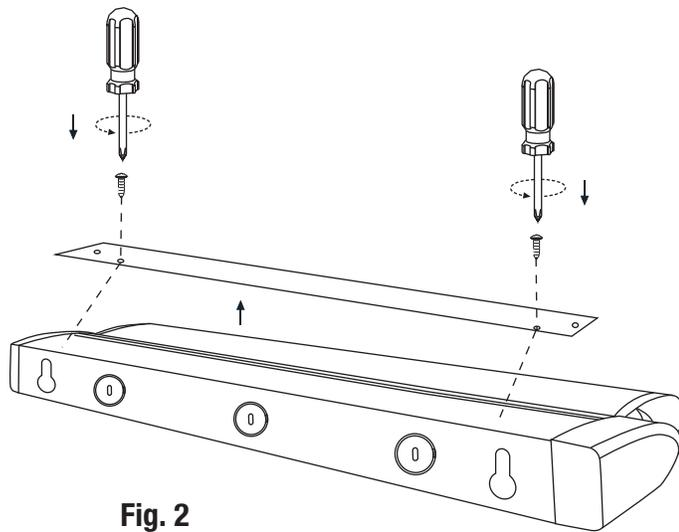

Fig. 2
4. Install 3/8" knockout connector (1x included) ④ in open knockout hole ③.
5. Open the rear cover of the fixture and insert the power supply wires through the knockout ensuring the wires are well secured at the knockout connector. (Fig. 2)
4. Installez le connecteur pour entrée défonçable de 3/8" (1 pièce incluse) ④ dans l'entrée défonçable ouverte ③.
5. Ouvrez le panneau arrière du luminaire et insérez les fils d'alimentation à travers l'entrée défonçable en vous assurant que ceux-ci sont bien fixés au connecteur pour entrée défonçable. (Fig. 2)